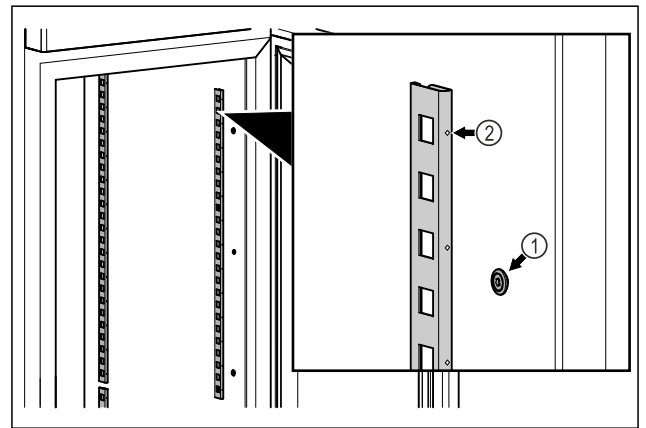

Fig. 17 Representación a modo de ejemplo
- ▶ Enganchar las tiras de retención en la suspensión Fig. 17 (1). La marca Fig. 17 (2) debe apuntar hacia delante.